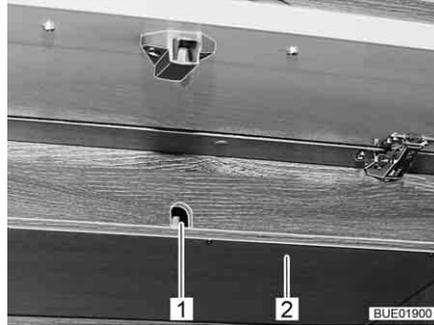

Bild 182 Klappe am Hängeschrank
- Brett (Bild 182,2) unter der Zugangsöffnung (Bild 182,1) der Kurbel entfernen.